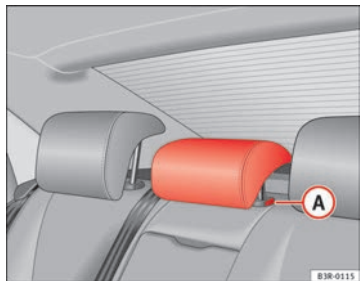

Abb. 113 Mittlerer Rücksitz: Kopfstützen
- Drücken Sie den Knopf **A** ⇒ Abb. 113 und führen Sie die Kopfstütze nach unten.
- Drücken Sie auf die Taste **A** ⇒ Abb. 113 und ziehen Sie gleichzeitig die Kopfstütze heraus.